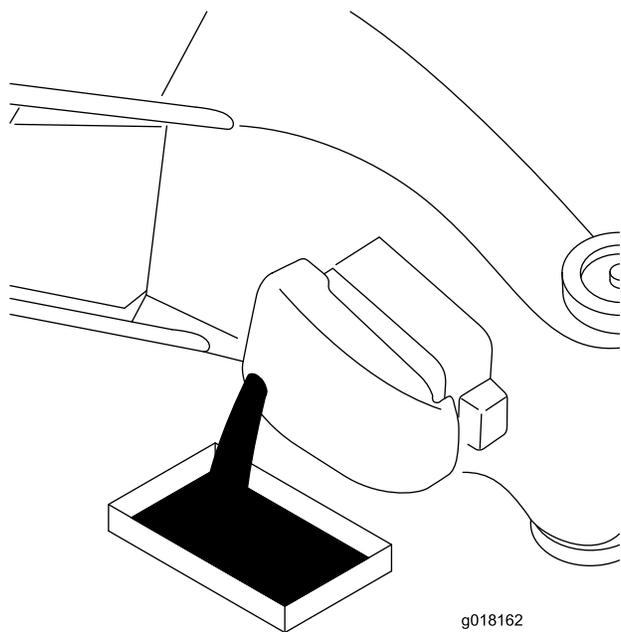

Рисунок 18
3. Для слива отработанного масла через маслозаливную патрубку поверните машину на сторону таким образом, чтобы воздушный фильтр был направлен вверх (Рисунок 18).